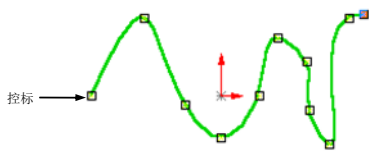

图 2-23 样条曲线上的控制
1. 选中样条曲线, 此时控标出现在样条曲线上, 如图 2-23 所示。